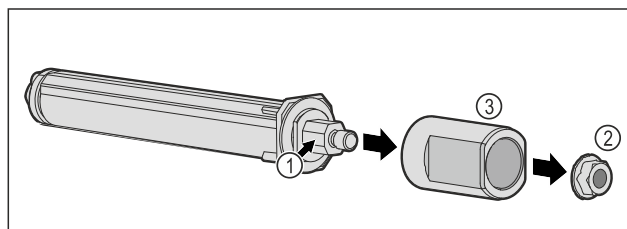

Fig. 58
- ▶ Mos e zbërtheni sistemin e mbylljes së derës Fig. 58 (1).
- ▶ Hiqni dadon Fig. 58 (2).
- ▶ Hiqni manikotën Fig. 58 (3).